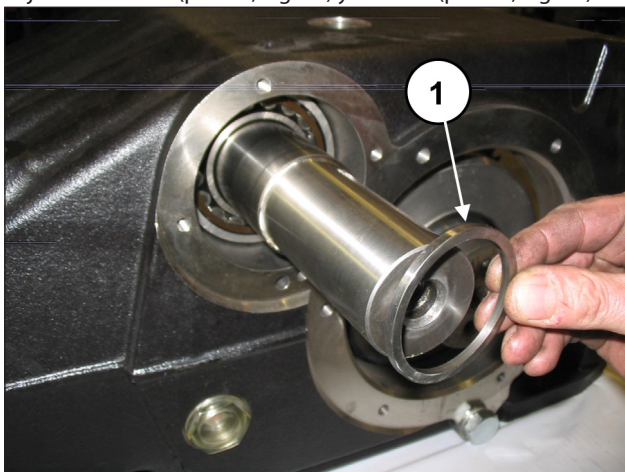
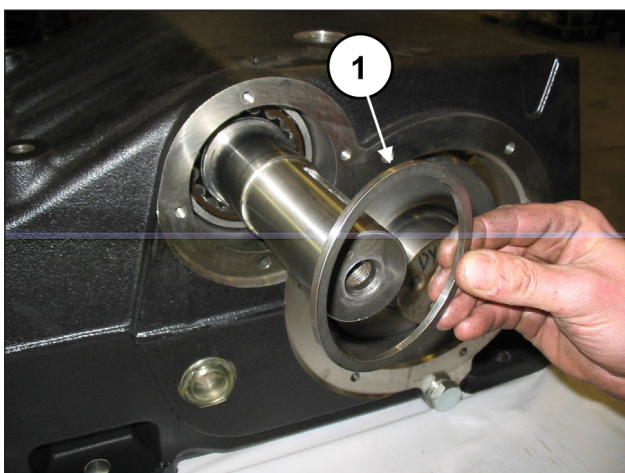

Fig. 60
Fig. 61
Desde ambos lados, introducir los distanciadores de los cojinetes interno (pos. ①, Fig. 60) y externo (pos. ①, Fig. 61).